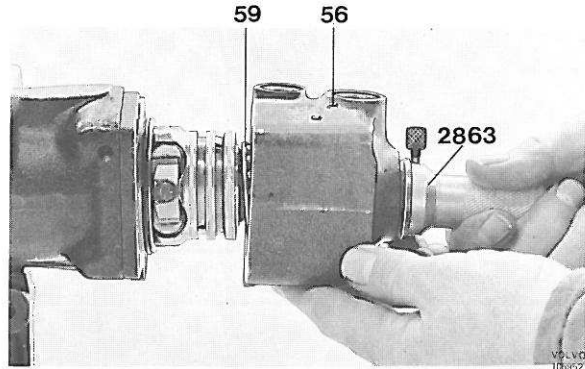

Figure 107. Montage du distributeur d'huile
11. Détendre la bague d'étanchéité (54) avec l'outil 2863. Poser le roulement (59) en place. Monter le distributeur d'huile (56), figure 107. Couple de serrage des vis (50 et 52) 34 Nm (3,4 m.kg).